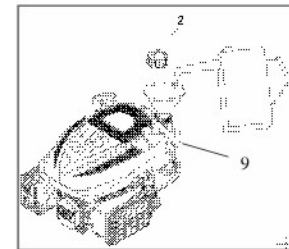

Fig. 5
1. Retirez le bouchon du réservoir (2).
2. Ajoutez le carburant au bas de la limite de niveau de carburant dans le col du réservoir de carburant (9). (Voir la figure 5)